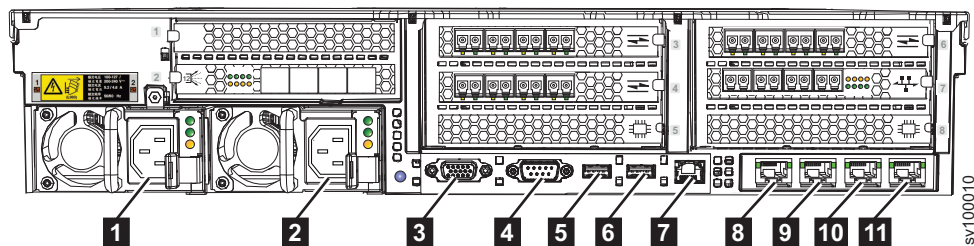

Figura 329. Conectores na parte traseira do nó 2145-SV1
2. Remova e rotule os cabos Ethernet que estão conectados às portas Ethernet 1-3 (**8** , **9** e **10**), conforme mostrado em Figura 329 na página 417.